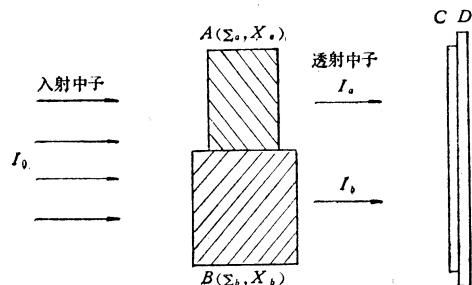
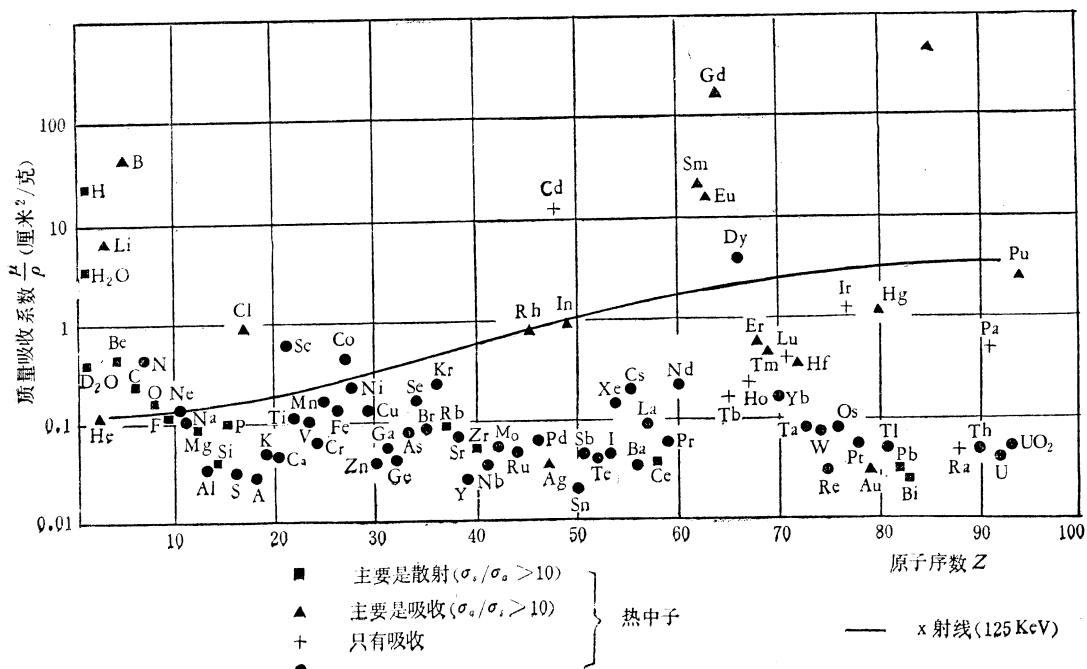

图2 中子对由A·B物质构成的物体穿透照相
图1 元素的 \times 射线和中子的质量吸收系数随原子序数的变化
子的散射和吸收，只有一部分中子能穿过物质层，穿过物质层的中子的多少不但与层的厚度有关，而且随物质的不同而变化。图1给出了各元素的 \times 射线和中子的质量吸收系数随原子序数的变化^④。在图2中，一
首先看看图1，我们会发现，各元素的x射线质量吸收系数随原子序数的增加而平滑上升。轻元素的x射线的吸收最小(如氢)，重元素的x射线吸收则较